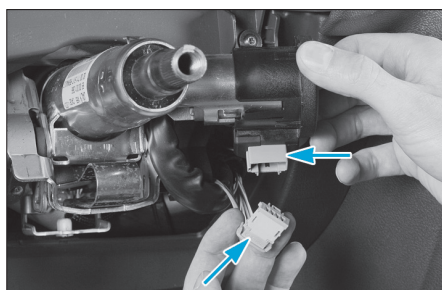

Fig. 25
- le connecteur électrique de l'émetteur récepteur boîtier antivol direction (Fig.25),